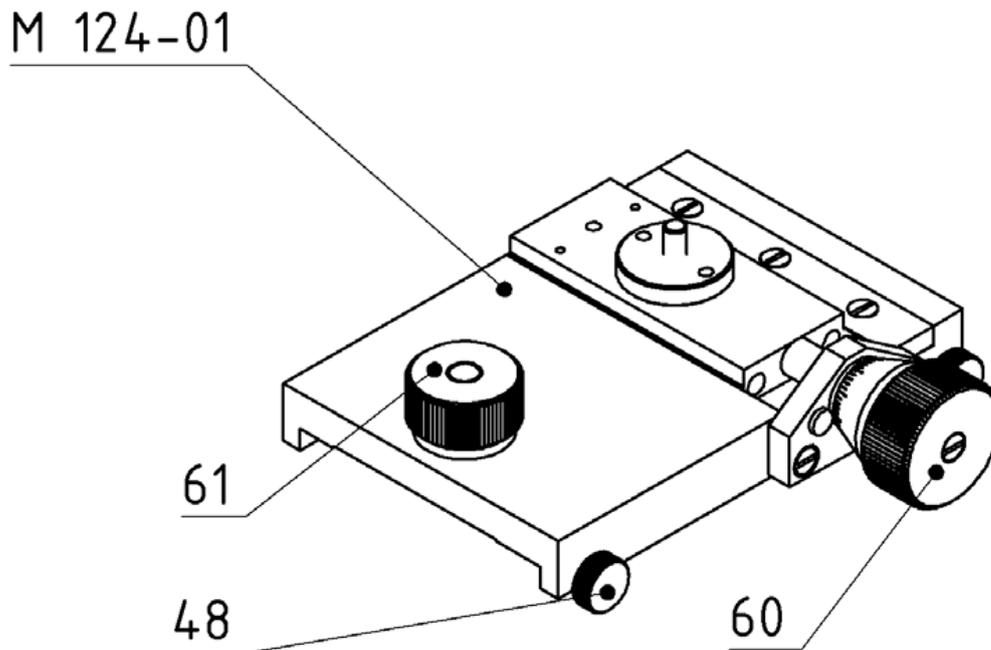

Fig. 5
La table croisée M124-01, (Fig.5), est la base pouvant recevoir les différents dispositifs de contrôle. Elle est posée sur la table porte-objet (14), facilement déplaçable, sans jeu. Le déplacement de l'axe longitudinal est réglé au moyen de la vis (48).
Le centrage est fait par la vis (60) de la table croisée de base M124-01 (Fig 5, 6, 7 et 8).